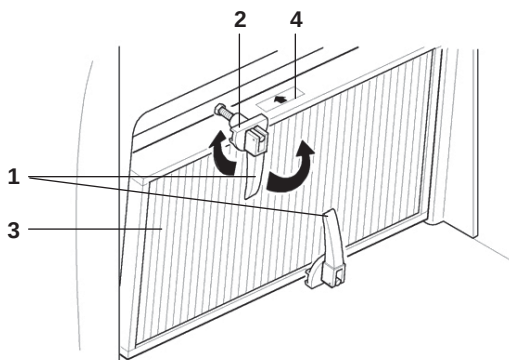

Fig. 6
- Åbn håndtagene (pos. 1)
- Drej grebene (pos. 2) 180°
- Udskift filteret (pos. 3)
- Pilen (pos. 4) skal pege i luftgennemstrømningens retning ude fra og ind mod maskinen.
PAS PÅ: Isæt filteret i den retning, der er angivet på filteret (pos. 4, fig. 6).